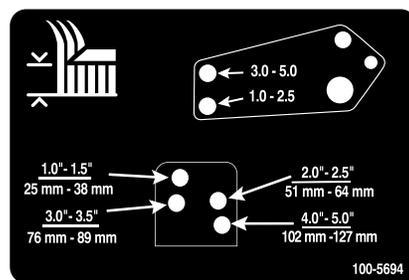

Figure 28
10. Alignez les trous de la biellette d'amortisseur et ceux du support de hauteur de coupe sélectionnés dans le cadre du plateau de coupe, puis insérez les axes de chape et posez les goupilles fendues (Figure 28).